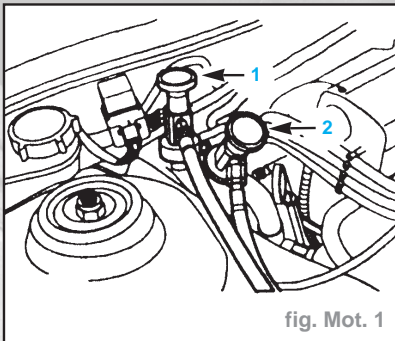

fig. Mot. 1
- Décharger le système en dévissant les obturateurs (fig. Mot. 1) :
- du raccord côté haute pression (1)
- du raccord côté basse pression (2).